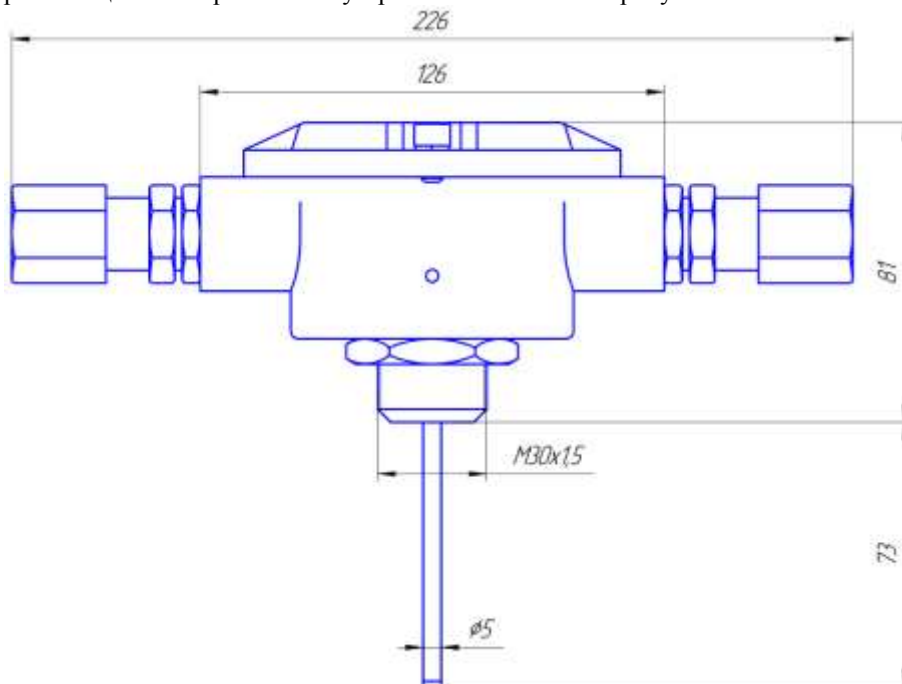

Рисунок 1 – Габаритные размеры извещателя
- установить на крепежное устройство (К-05) извещатель и зафиксировать гайкой (M30x1,5) (см. рисунок 1);